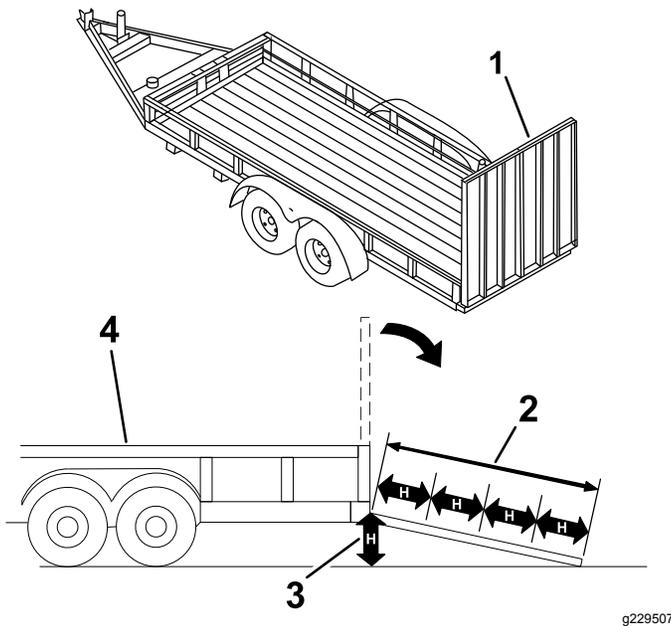

図 27
マシンをトレーラなどに搭載する作業は、機体を転倒させる危険をはらんでおり、万一そのような事故が起こると死亡事故など重大な人身事故となる図 27。
3. ランプ板を下ろす図 27。